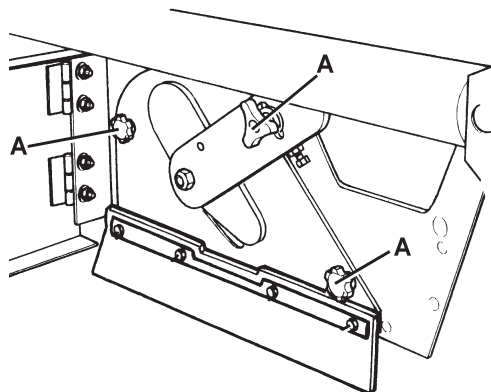
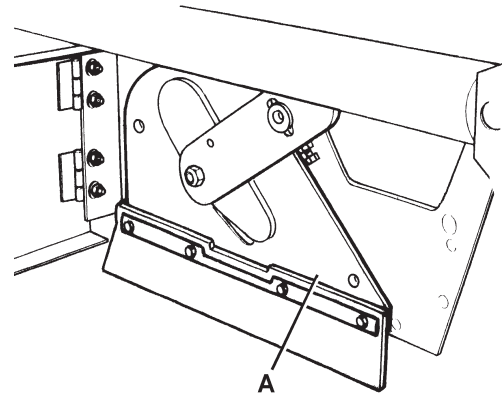

Abbildung 5
Abbildung 6
1. Die Maschine auf einen flachen Boden stellen und die Feststellbremse mittels des Pedals (75) und des Hebels (68) betätigen.
2. Zündschlüssel (69) in Stellung 0 drehen und abziehen.
3. Haltevorrichtung (8) ausrasten und rechte Klappe (7) öffnen.
4. Knöpfe (A, Abb. 5) lösen und abnehmen.
5. Deckel des Hauptkehrwalzenraums (A, Abb. 6) abnehmen.
10. Deckel des Hauptkehrwalzenraums (A, Abb. 6) anbringen und Knöpfe (A, Abb. 5) eindrehen.
11. Rechte Klappe (7) schließen und Haltevorrichtung (8) einrasten.